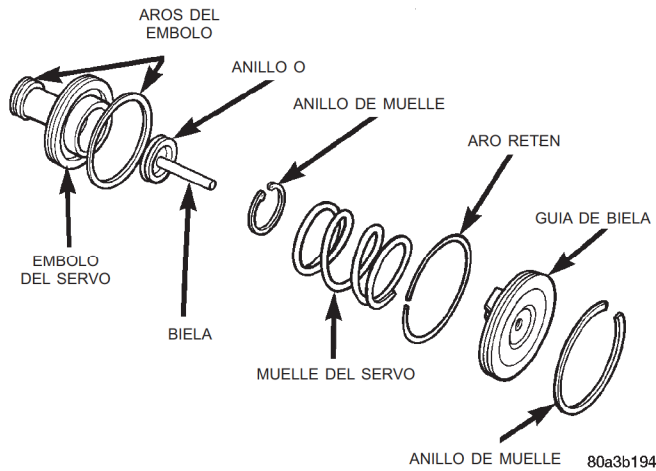

Fig. 119 Servo delantero
- (1) Retire el aro retén de la guía de biela (Fig. 119).
- (2) Retire el aro retén pequeño de la biela del servo. Luego retire la biela, el muelle y la arandela del émbolo.
- (3) Retire y deseche el anillo O y los aros retén de los componentes del servo.
- (1) Lubrique el anillo O y los aros retén nuevos con vaselina e instálelos en el émbolo, la guía y la biela.
- (2) Instale la biela en el émbolo. Instale el muelle y la arandela en la biela. Comprima el muelle e instale el aro retén (Fig. 119).
- (3) Deje a un lado los componentes del servo para su posterior instalación durante el reensamblaje de la transmisión.